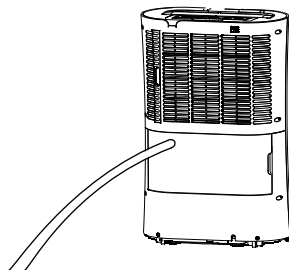

Рис. 5
4. Установите отводную трубу (13) на сливной патрубке (11) (рис.5).
5. Установите в приборе резервуар для воды (если был демонтирован) и закройте дверцы (8).